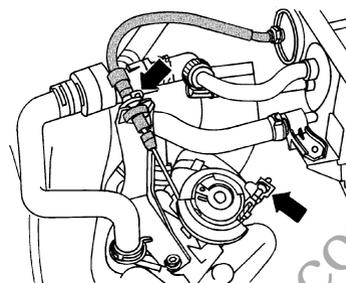

图 2-13 松开节气门控制单元的节气门拉索
31) 松开节气门控制单元上及支架上的节气门拉索 (图 2-13 箭头所指), 但不拆下拉索定位器, 将节气门拉索置于一旁。